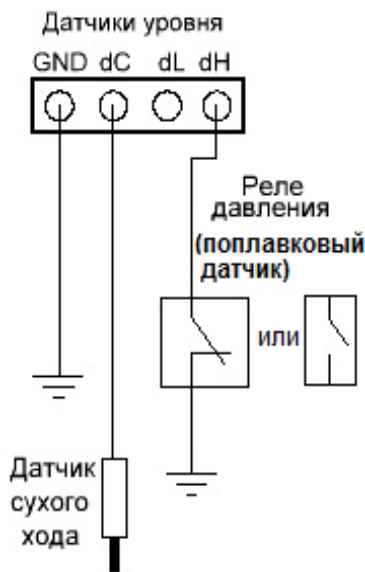

Рис.14
**7.1.3** Алгоритм **A03**, реле давления или кабельный поплавковый датчик с замкнутым контактом при нижнем уровне, вход dL не подключается (рис.14).
**7.1.4** Алгоритм **A04**, реле давления или кабельный поплавковый датчик с разомкнутым контактом при нижнем уровне, dL не подключается (рис.14).
**7.2.3** Алгоритм **A07**, кабельный поплавковый датчик или реле давления с замкнутым контактом при нижнем уровне, dL не подключается, вход dC – перелив, рис.14.
**7.2.4** Алгоритм **A08**, кабельный поплавковый датчик или реле давления с разомкнутым контактом при нижнем уровне, dL не подключается, вход dC – перелив, рис.14.